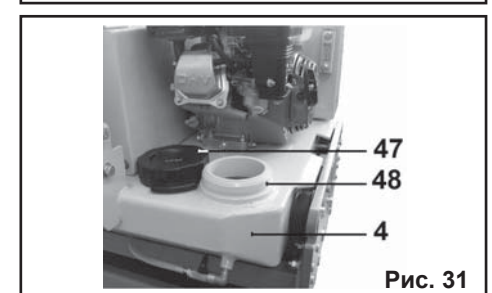

Рис. 31
10.2. Заполните водяной бак (4) водой через горловину (48). Объем водяного бака 10 л (Рис. 31).